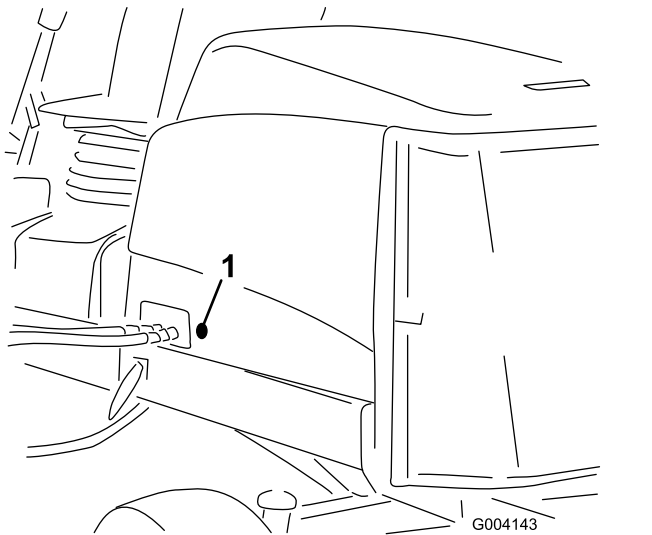

Figura 4
2. Retire el tapón de goma del taladro de lado izquierdo del capó (Figura 4).